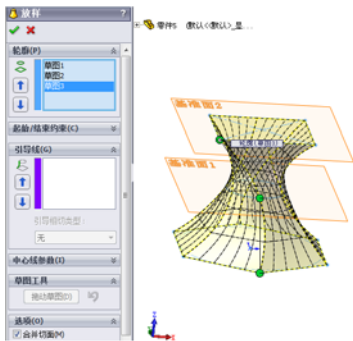

图 3-38 [放样] 属性管理器
5. 出现 [放样] 属性管理器，单击每个轮廓上相应的点，以按顺序选择空间轮廓和其他轮廓的面，此时被选择轮廓显示在 [轮廓] 栏中，在右面的图形区域中显示生成的放样特征，如图 3-38 所示。